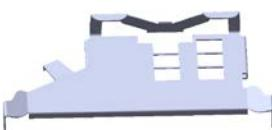
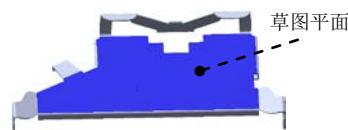

图 6.74 切除一拉伸 6
图 6.75 草图平面
Step27. 创建图 6.74 所示的切除一拉伸 6。
(1) 选择命令。选择下拉菜单 **插入(I)** → **切除(C)** → **拉伸(E)...** 命令。
(2) 定义特征的横断面草图。
① 定义草图平面。选取图 6.75 所示的模型表面作为草图平面。